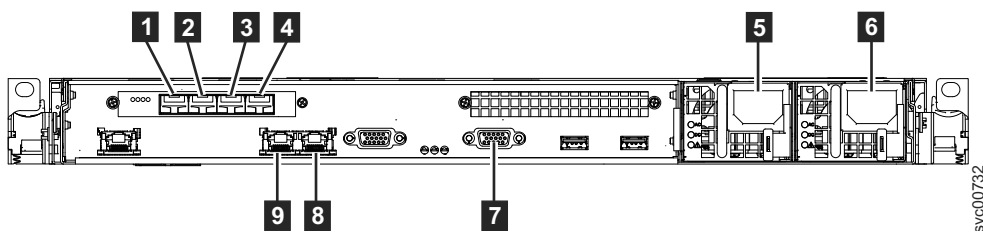

图 34. SAN Volume Controller 2145-CG8 后部的接口
1. 将以太网电缆连接到以太网端口 1（如第 36 页的图 34 中的 **9** 所示）和以太网端口 2（如 **8** 所示）。